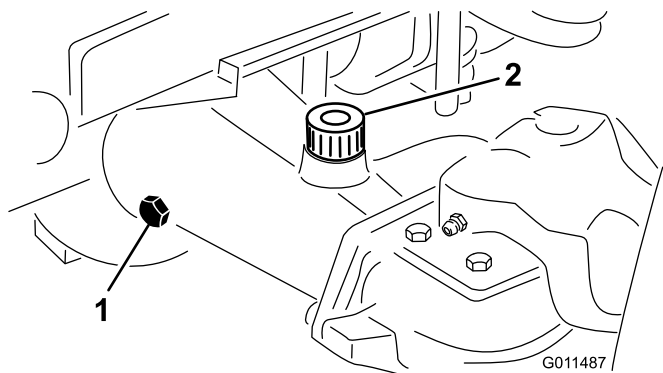

Figura 64
2. Retire un tapón de verificación de un extremo del eje y asegúrese de que el lubricante llega al borde inferior del orificio (Figura 64).